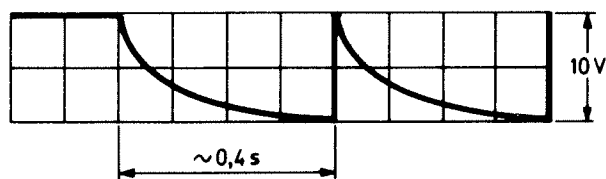

Bild 2
- StT intryckt. Lös ut och tryck åter in Si1. Kontrollera oscilloskopbild, bild 2.